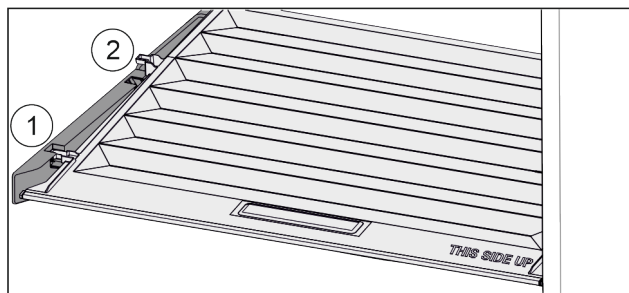

Fig. 31
- ▶ Tirare in avanti il coperchio fino all'apertura nei fermi Fig. 31 (1).
- ▶ Sollevare posteriormente dal basso e togliere verso l'alto Fig. 31 (2).